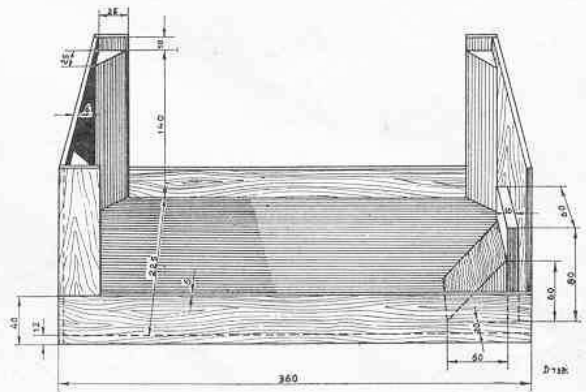

Fig. 1
- Ne jamais placer le châssis sens dessus, dessous**, car la moindre bosselure dans l'un des cylindres de bobine influence déjà la selfinduction à tel point qu'il peut se produire une désynchronisation néfaste. Poser le châssis sur l'un de ses petits côtés (sur une surface plane) ou bien utiliser le petit banc de montage dessiné dans la fig. 1. (No. de Code 09.990.920).